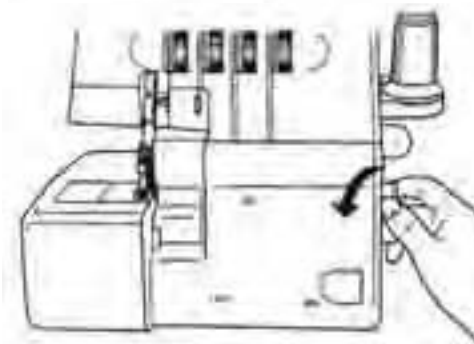

Abb.9b
1. Drehen Sie das Handrad **6** zu sich hin, bis sich die Nadeln in oberster Stellung befinden (Abb. 9b).
Drehen Sie das Handrad **6** immer nur zu sich hin (Abb. 9b).